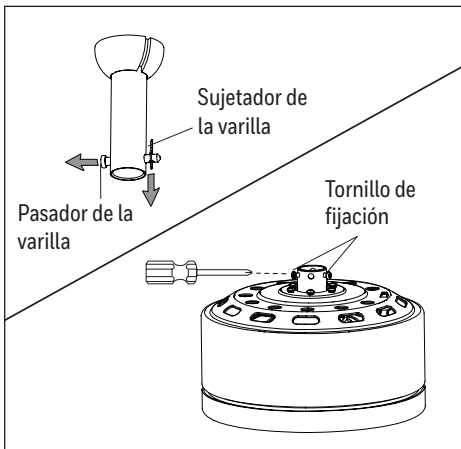

Figura 3.1
1. Retire el sujetador de la varilla y el pasador de la varilla de la varilla. Luego afloje parcialmente los tornillos de fijación que se encuentran en la horquilla de la parte superior del ensamblaje del motor (Figura 3.1).